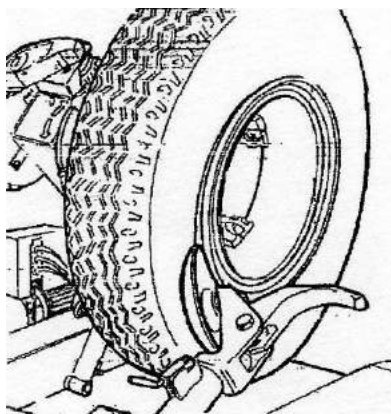

Рисунок 30
– Поместите разъёмное кольцо на обод и затем вставьте стопорное кольцо с помощью диска, как показано на Рисунок 30